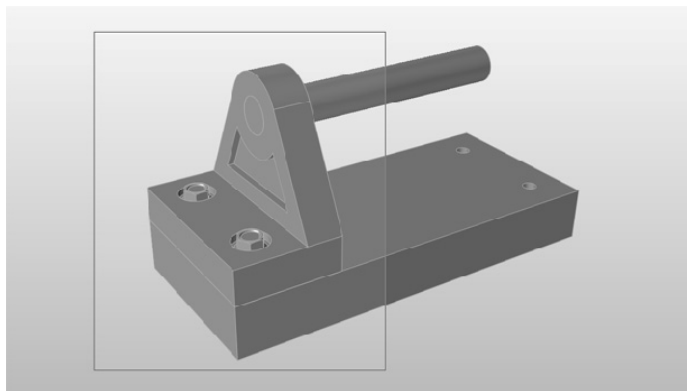

图 3-22
2) 如图 3-22 所示, 从右至左框选螺母、螺栓以及托架 (从右至左进行框选只会选中完全位于选择框内部的对象, 而从左至右进行框选则会选中所有触碰到选择框的对象)。